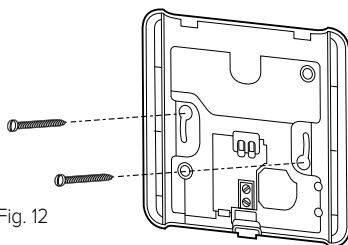

Fig. 12
- Fissare la base alla parete, nel punto prescelto, utilizzando i tasselli e le viti fornite nel kit (fig. 12).